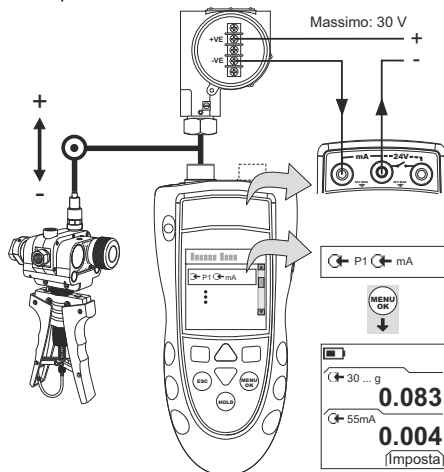
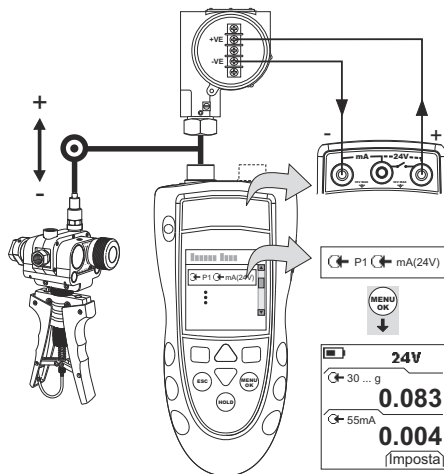

Figura 5: Esempio di configurazione - Calibrazione trasmettitore con alimentazione da loop esterno
Figura 6: Esempio configurazione - Calibrazione trasmettitore con alimentazione da loop interno
- Collegare lo strumento (Figura 5 o Figura 6) e, se necessario, modificarne il Setup (Tabella 1).